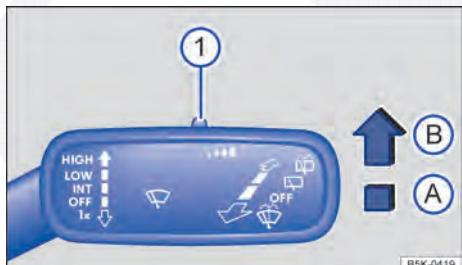

Fig. 86 Na alavanca dos limpadores dos vidros à direita da coluna de direção: ajustar o sensor de chuva e de luz (1).
A sensibilidade do sensor de chuva e de luz pode ser ajustada manualmente com o interruptor na alavanca dos limpadores dos vidros ⇒ Fig. 86 ① ⇒ ▲.
Pressionar a alavanca para a posição desejada ⇒ Fig. 86: